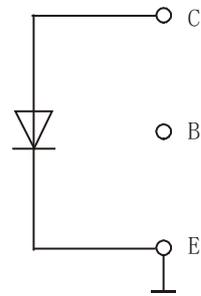
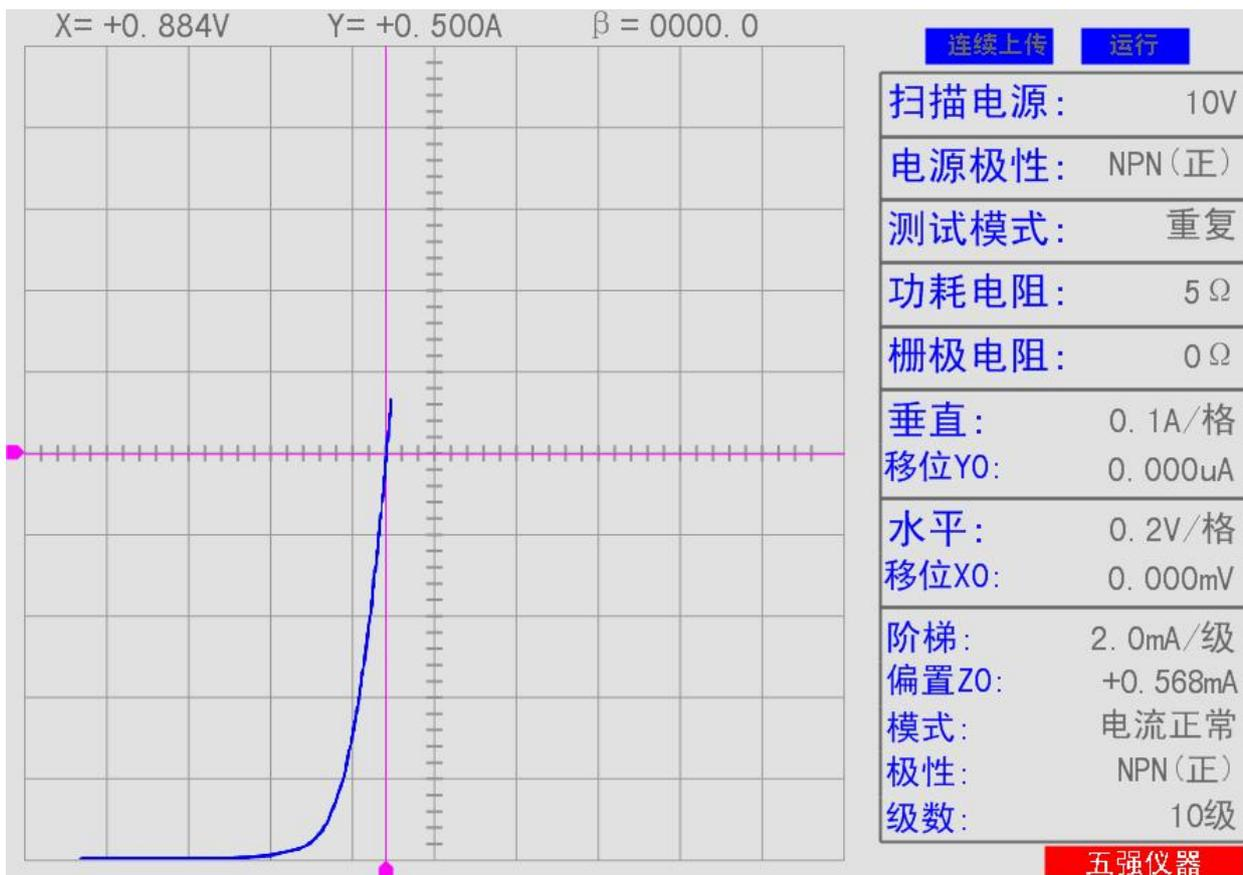

图 28
图 29 1N4007 正向特性曲线及设置参数档位
6.7 硅整流二极管 1N4007 正向特性，连接见图 28，特性曲线见图 29